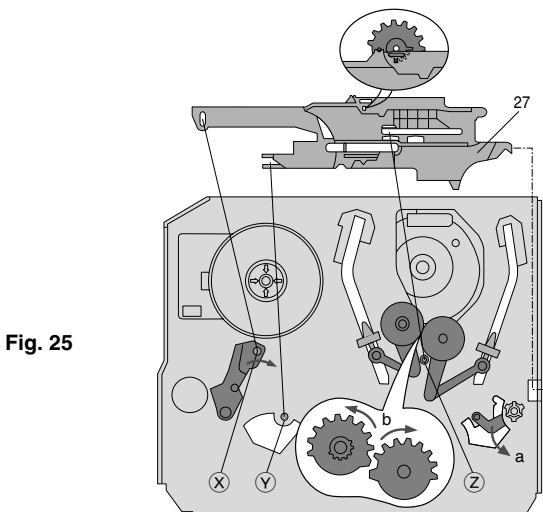

Fig. 25
- Hebel und Zahnräder in die Pfeilrichtungen (Fig. 25) bis Anschlagposition bewegen.
- Schieber (Pos. 27) wie in Fig. 25 dargestellt in die Führungen (X) (Y) (Z) (Bolzen) stecken.